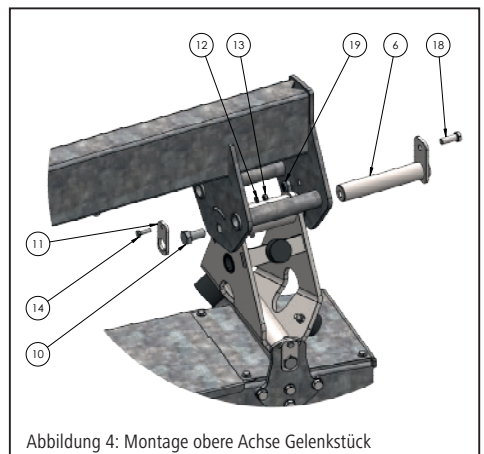
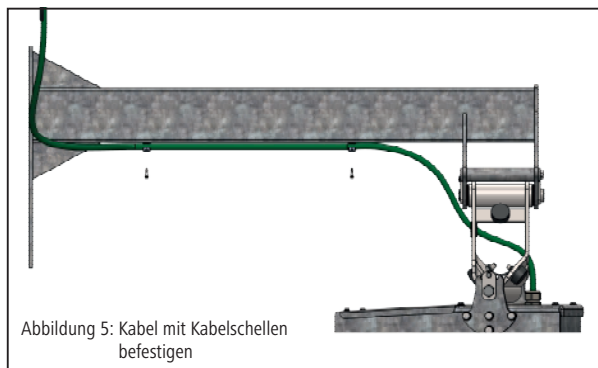

Abbildung 4: Montage obere Achse Gelenkstück
Abbildung 5: Kabel mit Kabelschellen befestigen
1. Obere Achse (Abb. 4 – Pos. 6) aus Gelenkstück demontieren.
5. Obere Achse (Abb. 4 – Pos. 6) durch Lagerung im Hängearm und Gelenkstück schieben und montieren.
6. Die Achse mit Befestigungsschraube M14 (Abb. 4 – Pos. 10) befestigen.
7. Die Achse mit Schraube (Abb. 4 – Pos. 18) und selbstsichernder Mutter (Abb. 4 – Pos. 19) gegen Verdrehen sichern.
8. Die Befestigungsschraube M14 mit Sicherungsblech (Abb. 4 – Pos. 11), Schraube (Abb. 4 – Pos. 11), Unterlegscheibe (Abb. 4 – Pos. 12) und selbstsichernder Mutter (Abb. 4 – Pos. 13) gegen Lösen sichern. Motorkabel am Hängearm mit Schellen und selbstschneidenden Schrauben befestigen (Abb. 5).